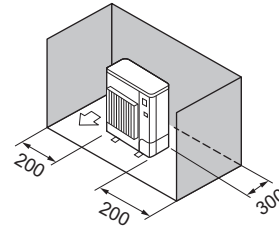

Fig. 2-9
- (3) Kun forhindringer bagved og i siderne (Fig. 2-9)